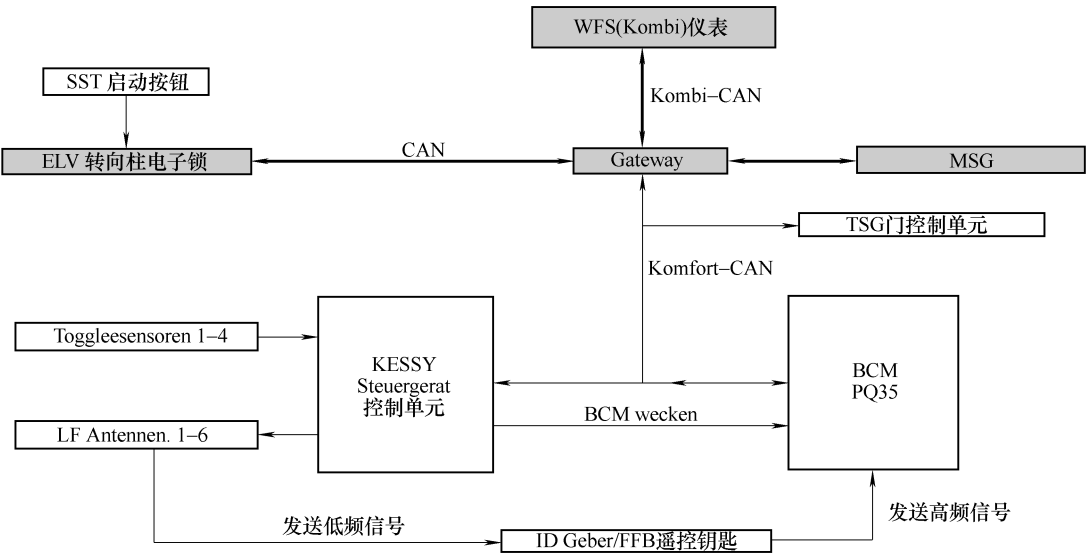

图 5-4-19 唤醒控制信号
① KESSY 控制器读取门把手发出的唤醒信号，如图 5-4-19 所示。